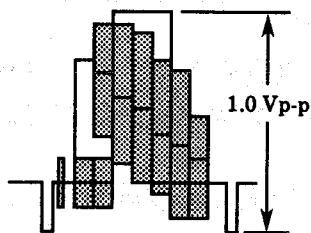

图5-4
3. 让E-E信号振幅达至如图5-4所示的1.0Vp-p的规定要求。